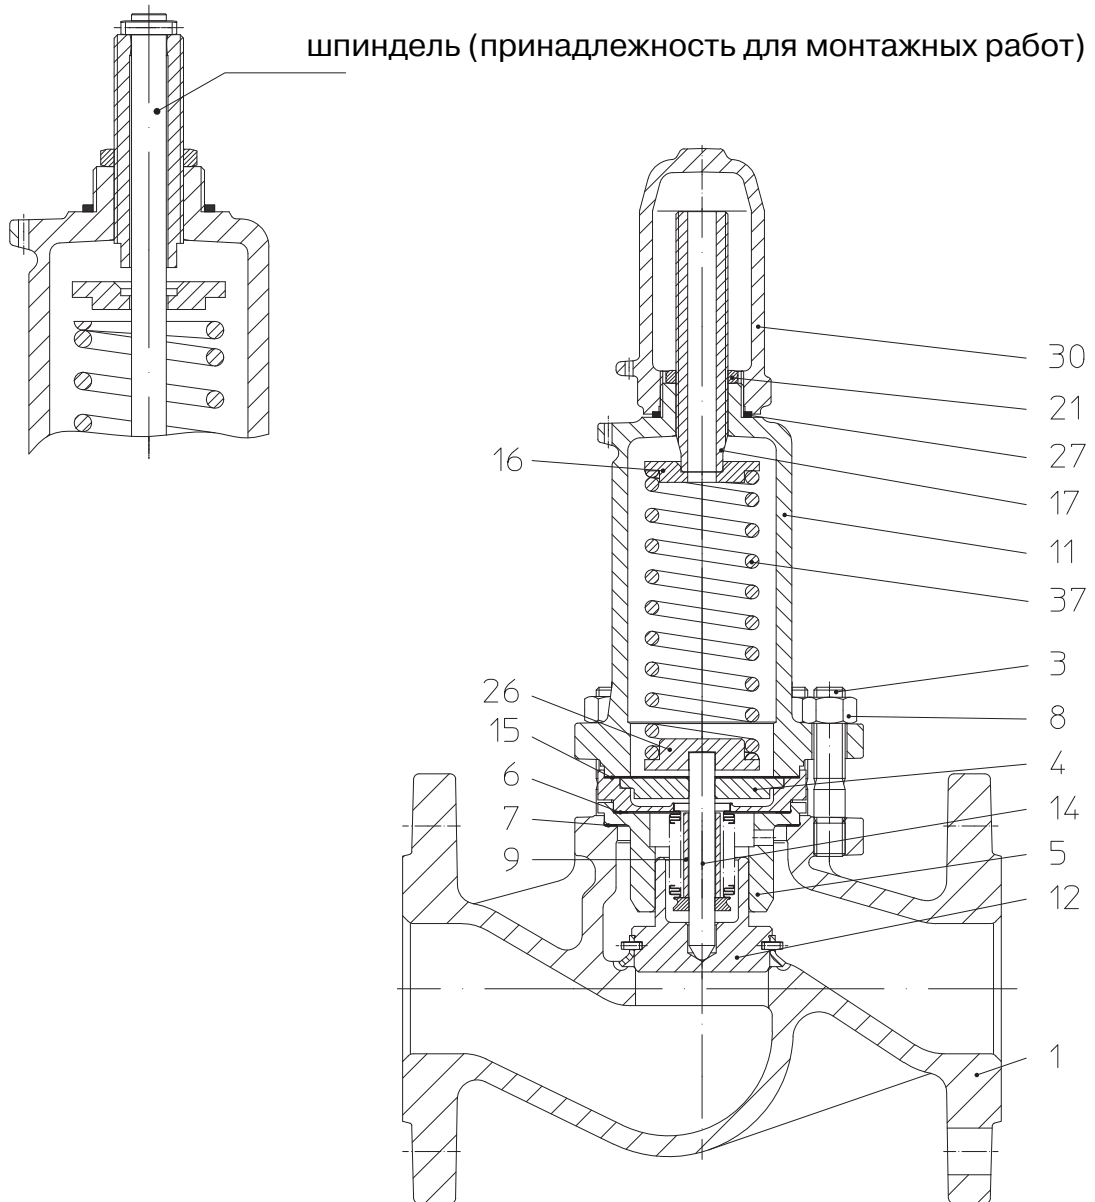

Рис. 3
- Смонтируйте корпус (поз. 11); с помощью шпинделя (см. Рис. 3) отцентрируйте верхнюю тарелку пружины (поз. 16) и саму пружину (поз. 37) относительно натяжного винта (поз. 17). Настройте давление при протекающей среде, учитывайте диапазон регулировки пружины (см. пункт 6.0 Ввод в эксплуатацию).